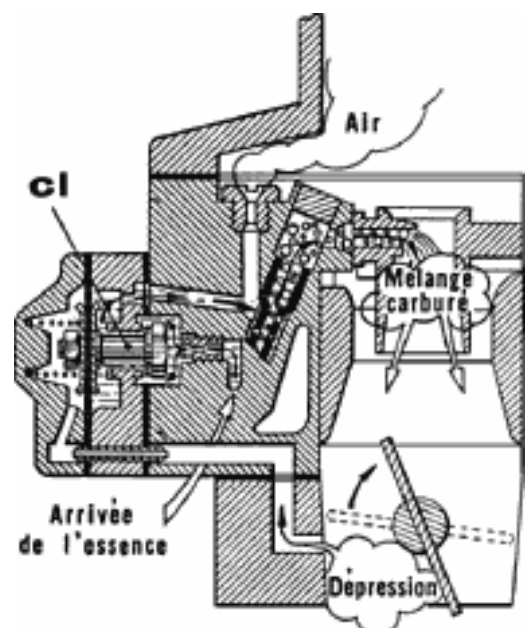

Fig. 24
Même rôle que Fig. 24 mais ce dispositif constitué par un clapet à membrane (C) monté sur la cuve du carburateur débite sous l'effet de la dépression dans le système de giclage principal, lorsque la dépression dans la tubulure tombe en dessous d'une certaine valeur.